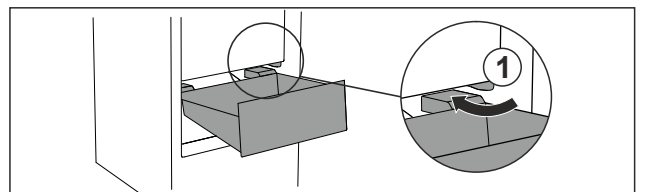

Fig. 87
- ▶ Lade schuin rond de stoppers Fig. 87 (1) leiden.